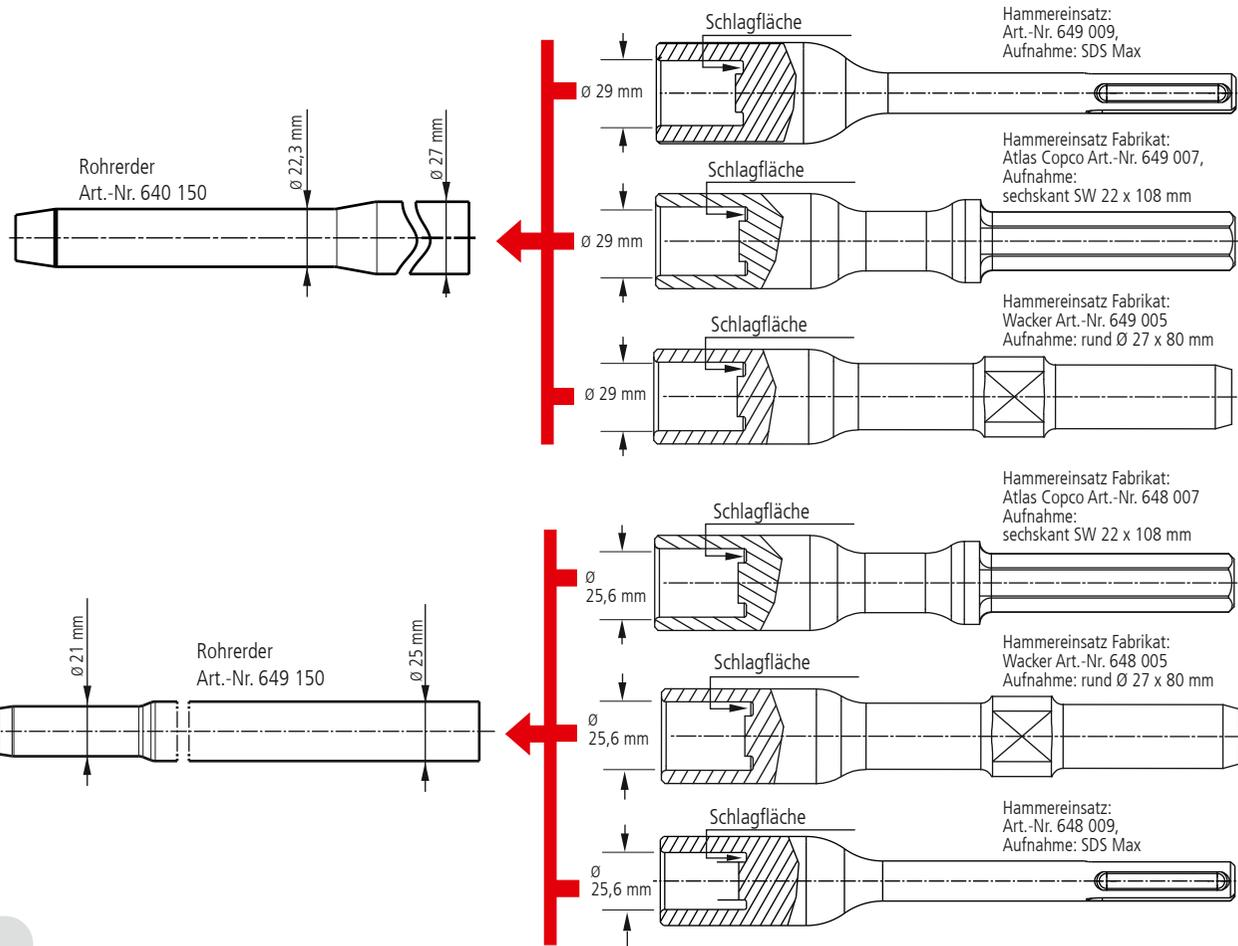

Bild 1
- ➔ DEHN-Hammereinsätze passend zur Type des Erders und Eintreibhammers (siehe Bild 1).
Wird ein weiteres Eindringen durch ungünstige Bodenverhältnisse (z. B. Fels) verhindert, so ist das erfolglose Hämmern (innerhalb von ca. 2 Minuten kein weiteres Eindringen erkennbar) abbrechen. Weiterhämmern auf dem feststehenden Rohr hat Beschädigungen des Werkzeuges und des Erders zur Folge. Der gewünschte Erdungswiderstand kann in solchen Fällen meistens durch Parallelschalten mehrerer Erder erreicht werden. Die Verwendung schadhafter Werkzeuge verhindert die volle Ausnutzung der Schlagkraft des Hammers und führt außerdem zur Zerstörung der Kupplungsstruktur. Es ist deshalb besonders darauf zu achten, dass der zum Eintreiben verwendete Hammereinsatz eine einwandfreie, plane Schlagfläche aufweist (siehe Bild 1).